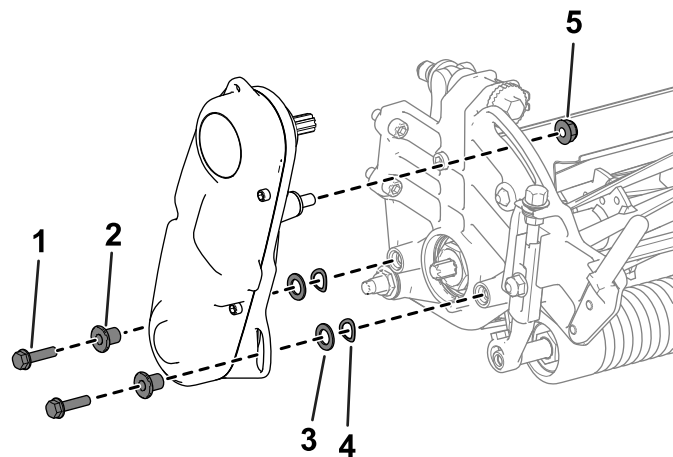

Figure 44
3. Déposez le système d'entraînement du cylindre, les rondelles plates, les rondelles élastiques et les entretoises de la plaque latérale (Figure 44).
2. Retirez les fixations qui maintiennent le système d'entraînement du cylindre sur la plaque latérale (Figure 44).